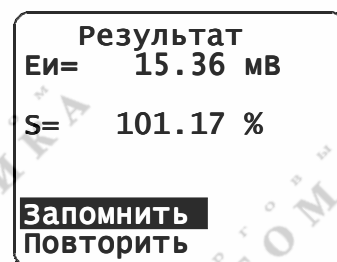

Рис. 30. Результат градуировки
- после фиксирования ЭДС в буферном растворе №2 установить курсор в положение «Далее» и нажать кнопку ⏏ для просмотра результата градуировки (см. рис. 30); если $-50 < E_{и} < 50$ мВ или $90 < S < 110$ %, то на экране появится надпись «Ошибка Eи!» или «Ошибка S!» соответственно;